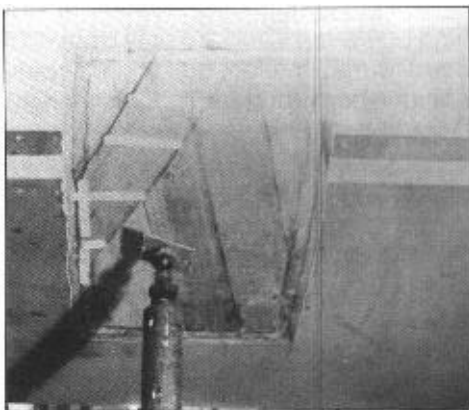

Figura 6-18 Encole la segunda capa inclinada en dirección contraria a la primera.
5. Encole la segunda capa después de que la primera haya alcanzado un curado parcial. Sin embargo, si ha alcanzado el curado completo, será necesario lijar (*Figura 6-18*). Coloque las chapas inclinadas en la dirección opuesta a unos 35° de la vertical. Quite las grapas sólo en el área debajo de la chapa a encolar. Recubra con el epoxi la cara de la nueva chapa y las áreas de contacto de la primera capa incluidos ambos biseles. Grape a través de las chapas hasta alcanzar los listones y los biseles para posicionar las chapas planas.